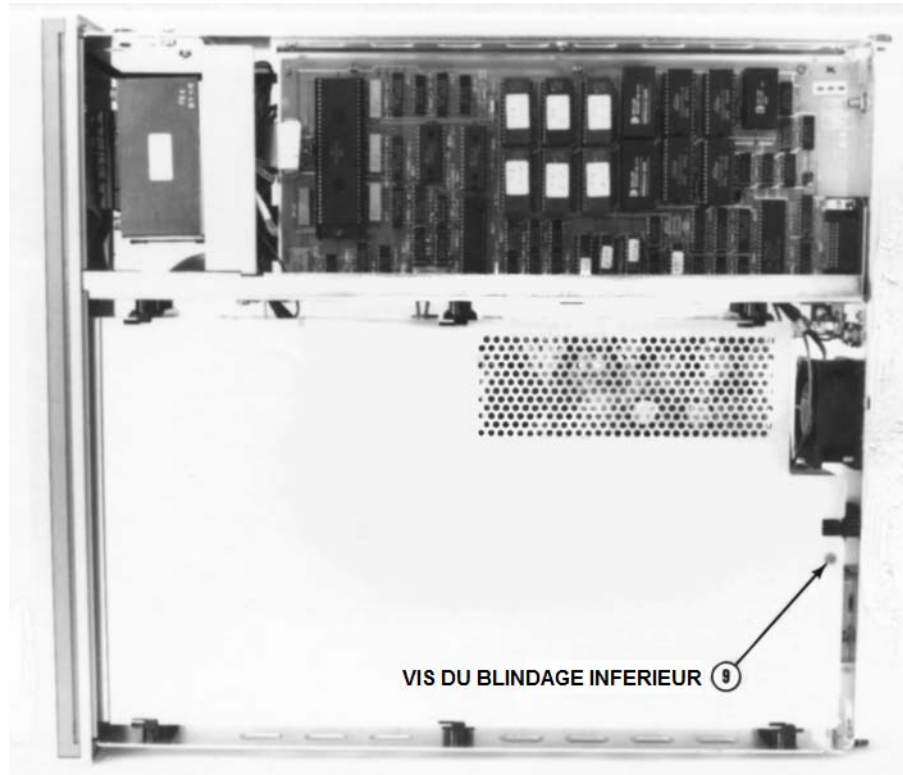

Figure C-7 Face supérieure du 3458A
- 1 Référez-vous à la **figure C-7**. Retournez l'instrument de façon à ce que sa face inférieure repose sur votre établi.
- 4** Référez-vous à la figure C-7. Remplacez le blindage. Alignez les encoches du blindage sur les arrêts puis poussez le blindage vers l'avant de l'instrument jusqu'à ce que les trous des vis soient dans l'alignement de celui du châssis. Réinstallez le blindage à l'aide d'un tournevis Torx #TX10.